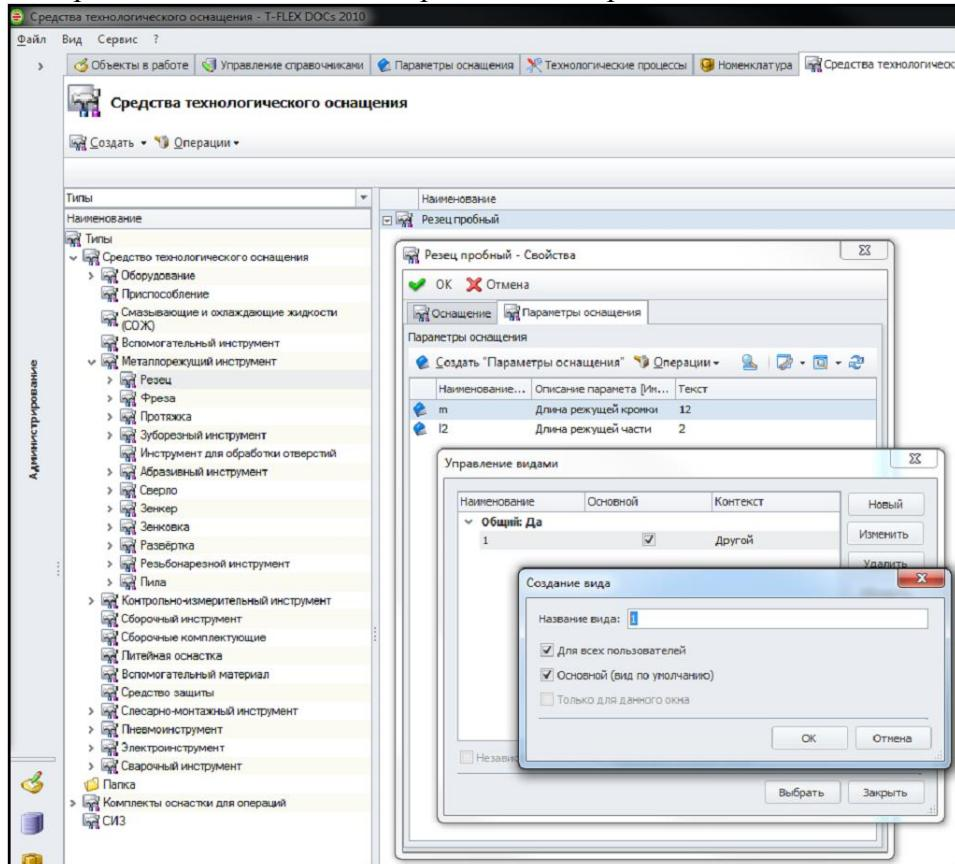

Рис. 105 Создание вида для просмотра параметров оснащения
3. Активируем справочник средства технологического оснащения и создадим пробный объект, чтобы настроить виды. Создаём параметр оснащения. Настраиваем нужные колонки и сохраняем вид с необходимыми опциями, например, как показано на рис. 105.